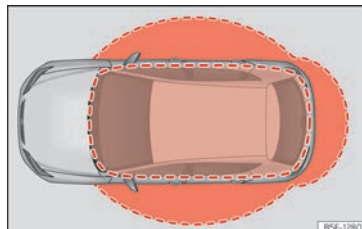

Abb. 73 Keyless-Access: Näherungsbereiche.
- Das Fahrzeug wird entriegelt, wenn der Zündschlüssel in einem Bereich in der Nähe erkannt wird >>> **(Abb. 73)**. Alle Blinker des Fahrzeugs blinken zweimal.